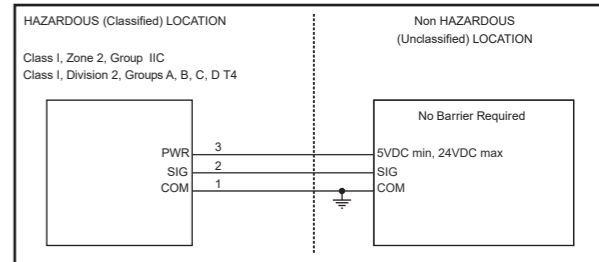

Figure 4
- This equipment is suitable for use in Class I, Zone 2, Group IIC / Class I, Division 2, Groups A, B, C, D or nonhazardous locations only when installed per Figure 4
- Cet équipement convient pour une utilisation dans des emplacements de Class I, Zone 2, Group IIC / Class I, Division 2, Groups A, B, C, D ou zone non dangereuse, uniquement lorsqu'il est installé conformément à la Figure 4